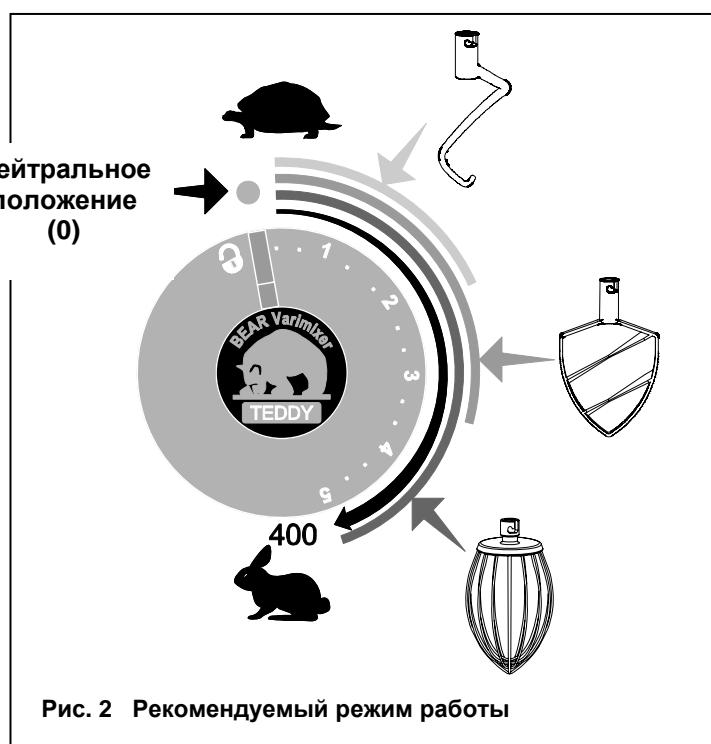

Рис. 2 Рекомендуемый режим работы
G. Включите миксер, переведя переключатель из положения «Блокировка» до положения за цифрой 1. В целях избежания брызг и мучной пыли, рекомендуется постепенно увеличивать скорость до желаемой (Рис. 3B). (См. Рис. 2 Рекомендуемые режимы работы).